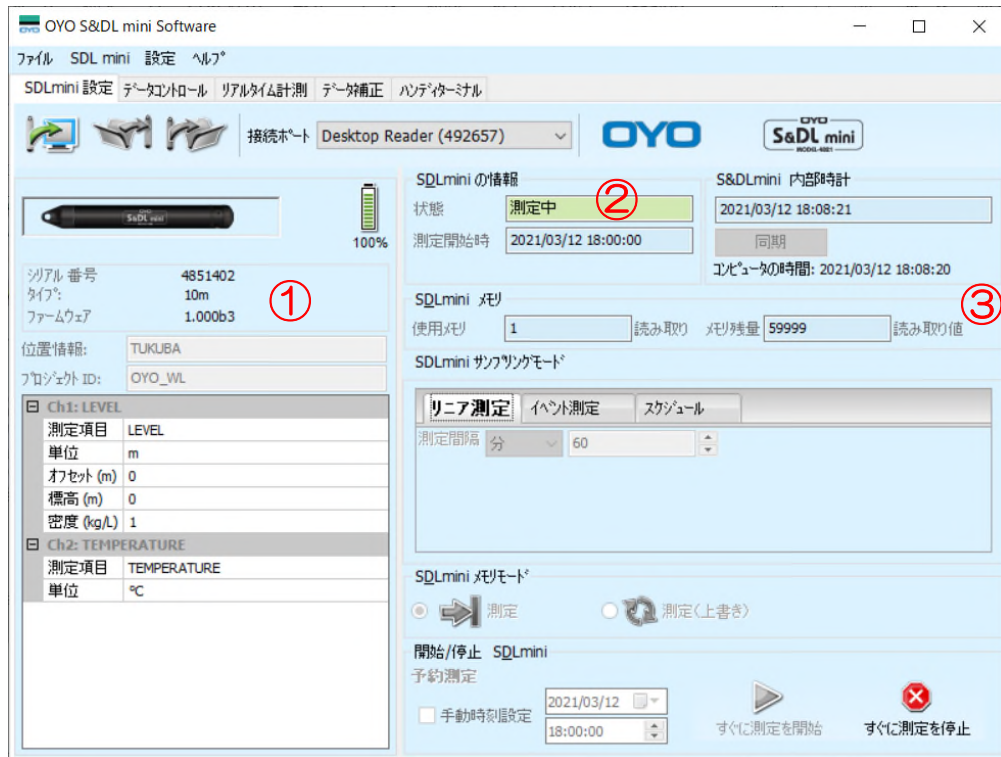

図 8-1 S&DL mini ソフトウェア ver3 標準画面
8.1 S&DL mini 個別情報の確認 (図 8-1 ①)
8.2 測定状態の確認 (図 8-1 ②)
8.3 内部メモリの使用状況の確認（図 8-1 ③）